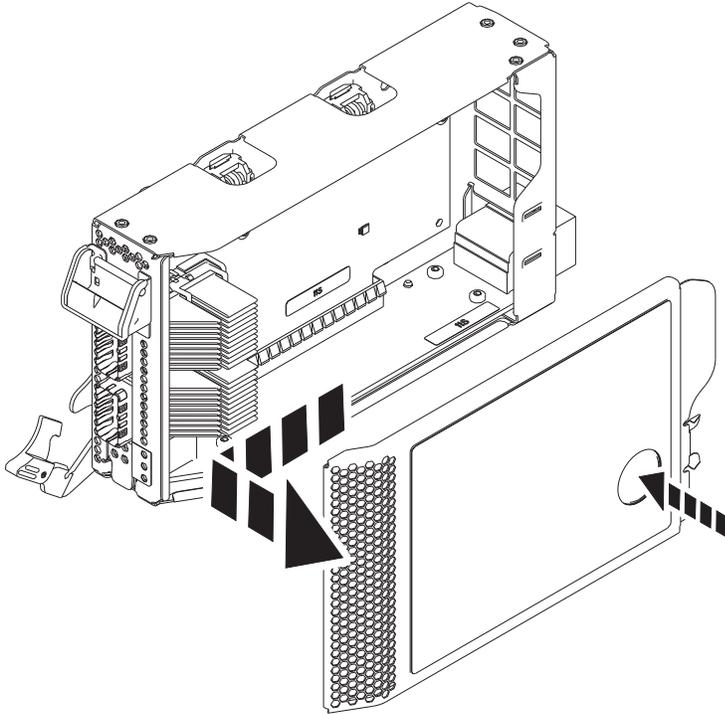

Abbildung 27. Kassettenabdeckung des PCIe-Adapters ausbauen
- a. Drücken Sie auf die terrakottafarbene Schaltfläche auf der Kassettenabdeckung, wie in Abb. 27 auf Seite 29 dargestellt, um die Abdeckung von der Kassette zu lösen.